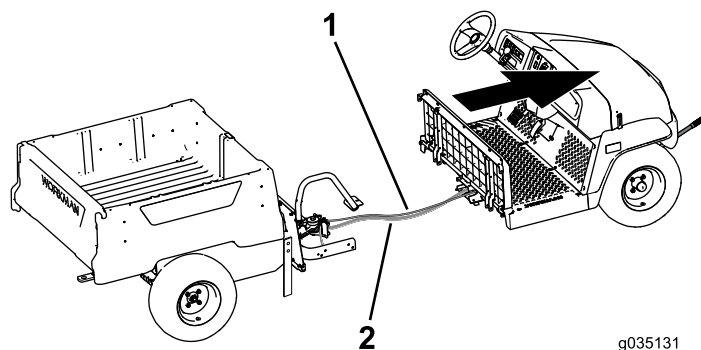

Figure 69
9. Avec l'aide d'une autre personne, avancez la section avant pour l'éloigner de la section arrière (Figure 69).